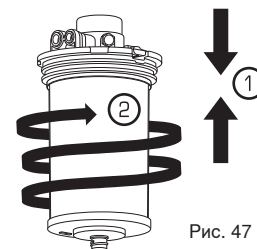

Рис. 47
19. Плотно прижмите картридж и держатель ①. Прикрутите картридж к держателю до полной остановки ② (рис. 47).